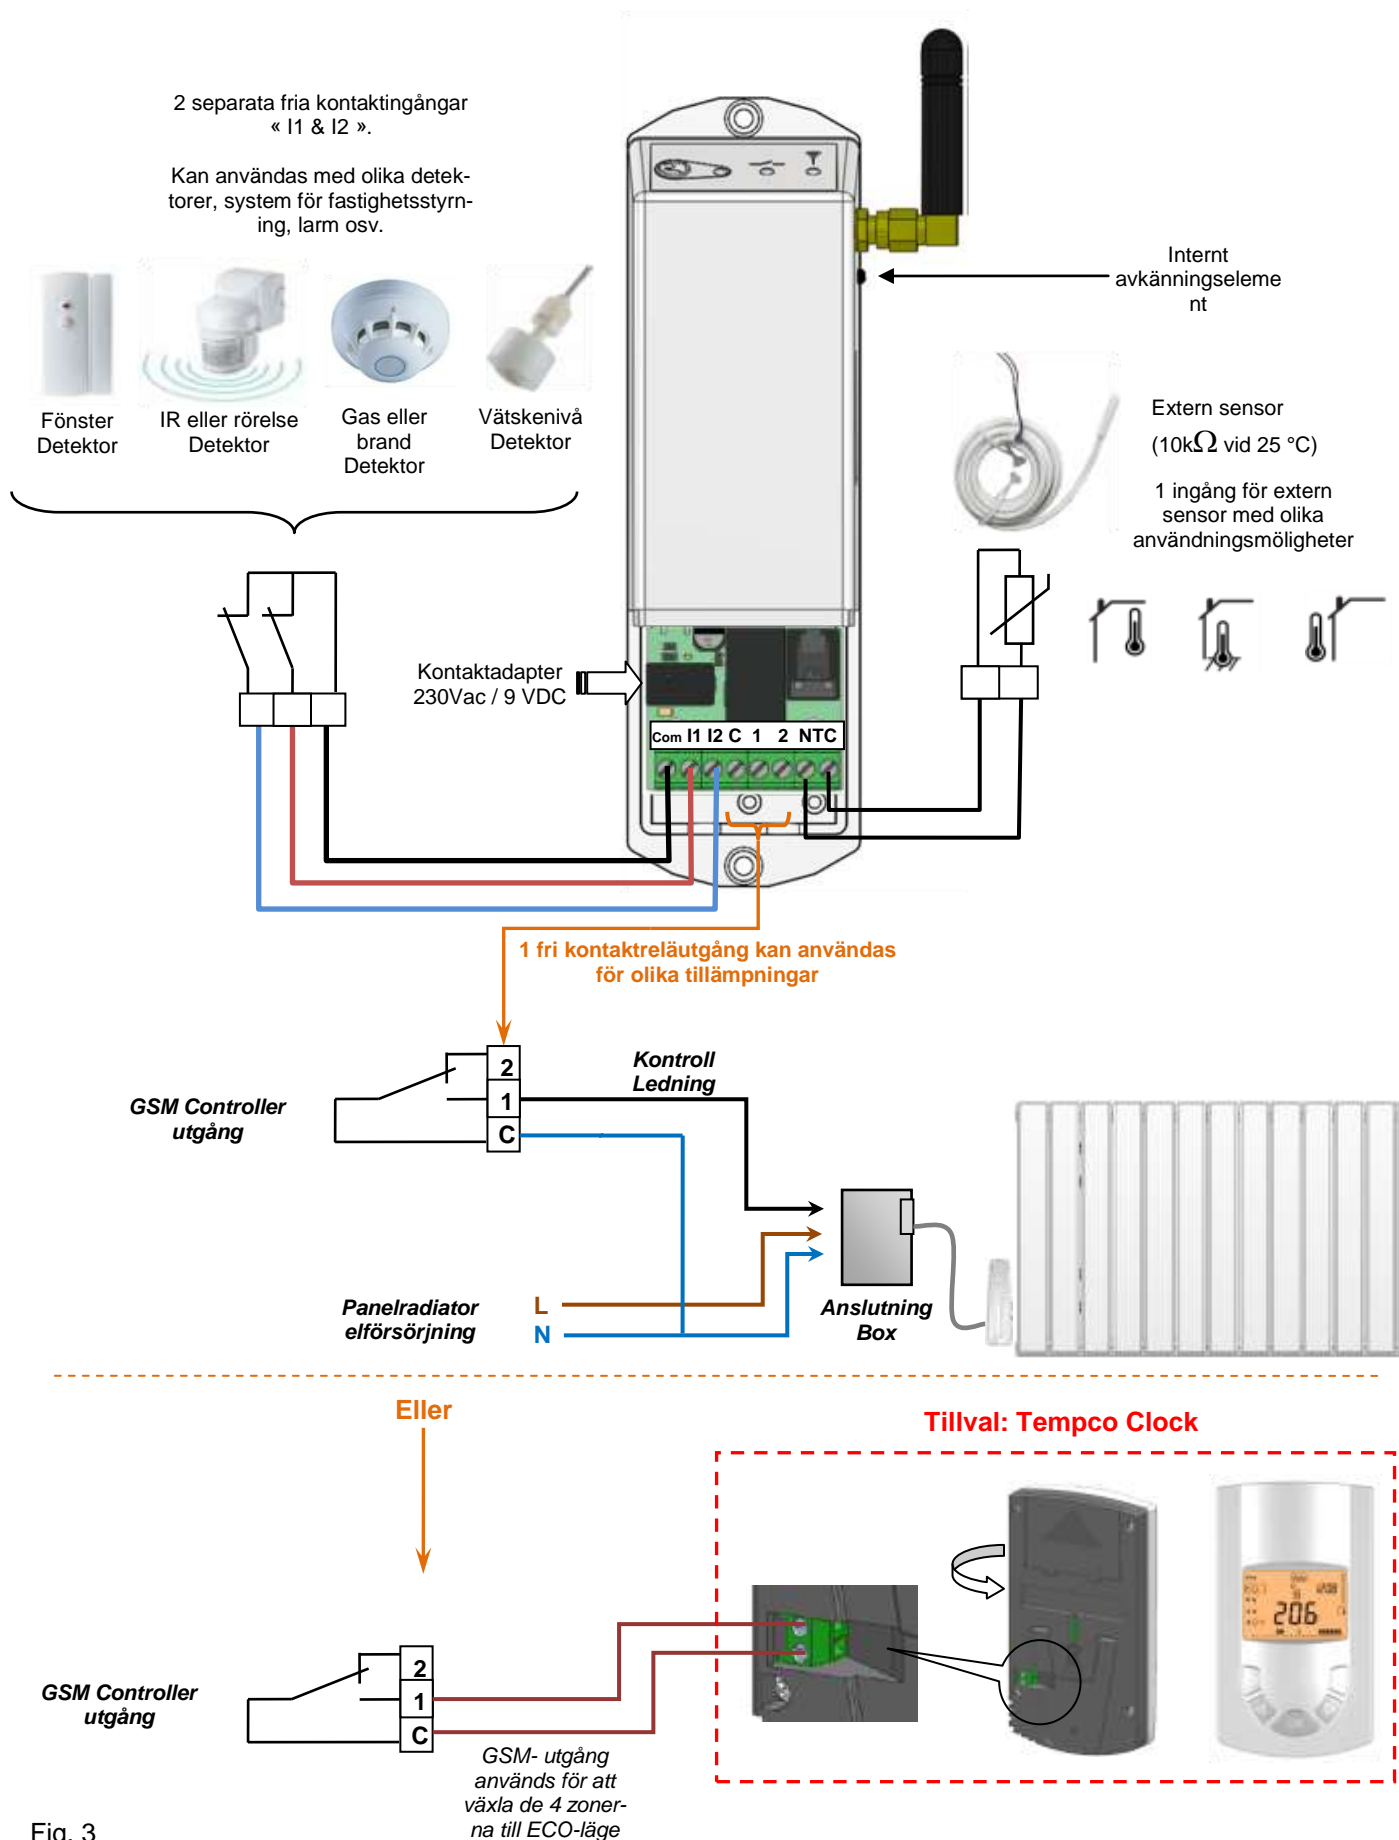

Fig. 3
- Se fig3 i avsnitt → **6.2** för elanslutningar.